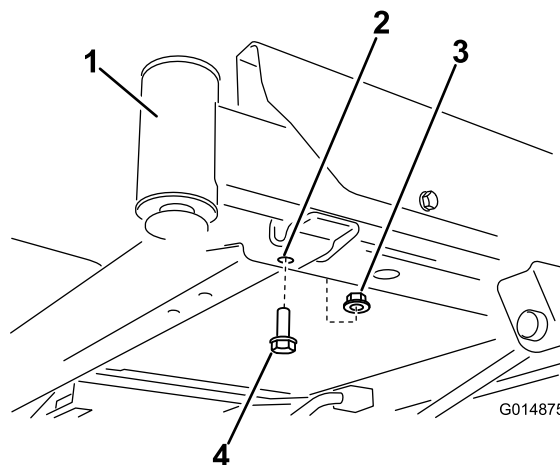
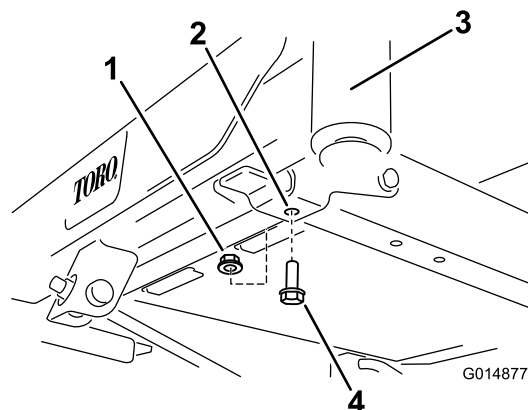

Figure 3
Figure 4
1. Localisez les boulons avant sur le dessous du cadre (Figure 3 et Figure 4).